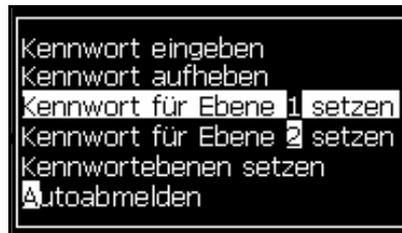
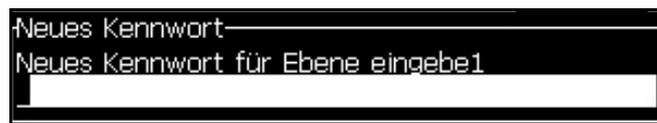

Abbildung 4-4: Kennwortebene setzen
Abbildung 4-5: Neues Kennwort
- 1 Drücken Sie die Tasten *Alt + W* und wählen Sie *Set Password for level* (*Kennwort setzen für Ebene*) 1 oder *Set Password for level* (*Kennwort setzen für Ebene*) 2 im Menü *Password* (*Kennwort*) (siehe). Abbildung 4-4 auf Seite 4-4 Das Dialogfeld *New Password* (*Neues Kennwort*) erscheint (siehe Abbildung 4-5 auf Seite 4-4).